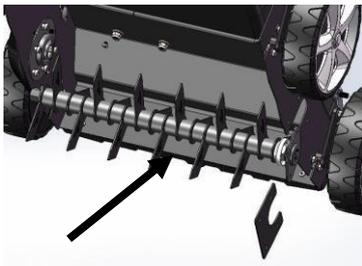
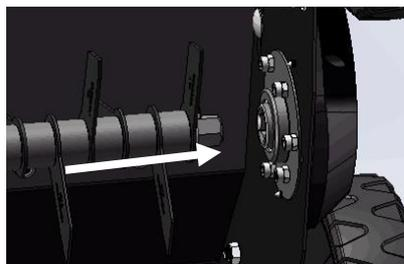

Abb.11C
Abb.11D
2. Heben Sie die Walze an und ziehen Sie sie in die Richtung der Pfeile heraus. (Abb.11C)
1. Schieben Sie die neue Walze in die Richtung der Pfeile, stecken Sie die Welle in den Innensechskant und drücken Sie die andere Seite in den Halter. (Abb.11C/ Abb.11D/ Abb.11E).